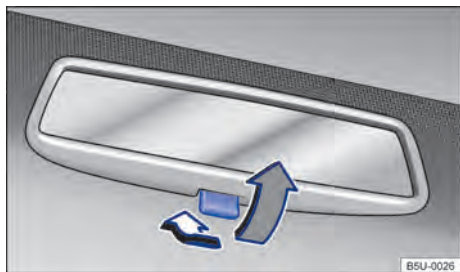

Fig. 69 No para-brisa: espelho retrovisor interno com antiofusco manual.
- Posição noite: puxar a alavanca → Fig. 69 (seta cinza), para evitar o ofuscamento dos faróis dos veículos que trafegam atrás.